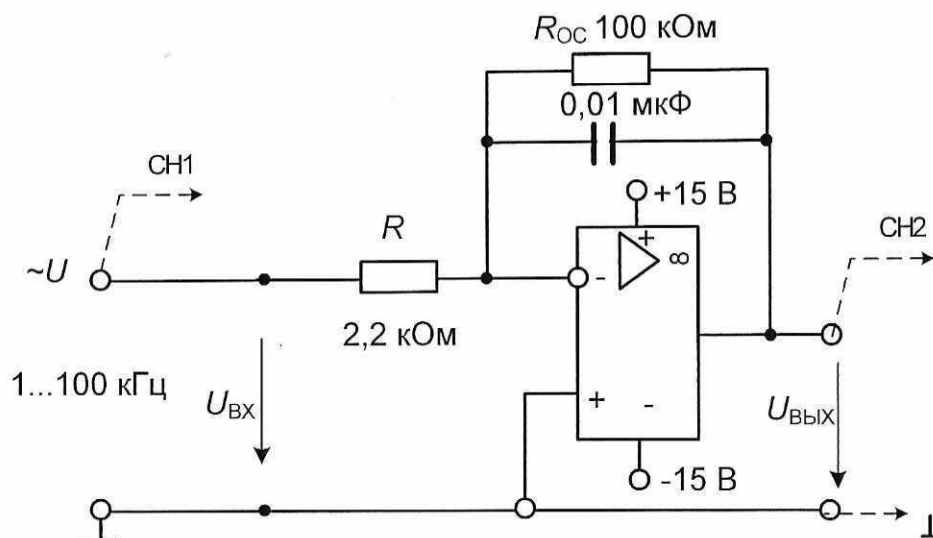

Рис. 3.7.4
- Соберите цепь интегрирующего усилителя (рис. 3.7.4). Включите осциллограф. Мультиметры здесь не понадобятся, так как они не предназначены для измерения при высоких частотах. Амплитуды напряжений в этом опыте измеряются осциллографом. Осциллограмму напряжения на выходе выводите в режиме инвертирования.